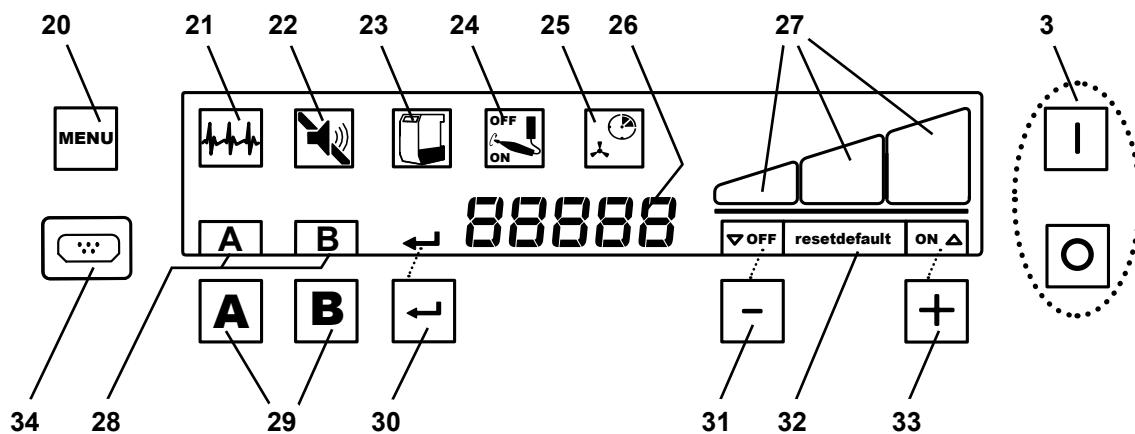

Рис. 2
- ⇒ Аппарат выключать с помощью включателя / выключателя (3, Рис. 2).